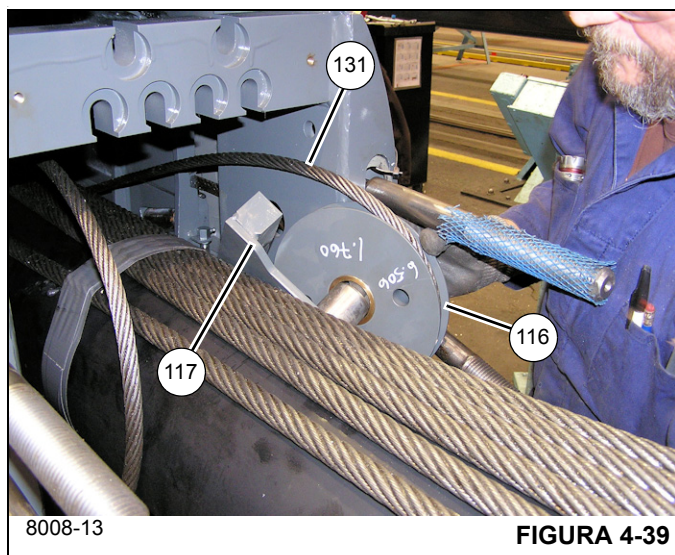

FIGURA 4-39
- 46. Instale o conjunto da polia (116) e três arruelas de encosto (115) no eixo da solda de montagem da polia (117), assegurando-se de que uma arruela de encosto esteja instalada entre a solda de montagem da polia e o conjunto da polia (execute esta etapa duas vezes).
- 47. Instale o conjunto soldado de montagem da polia/conjunto da polia (116/117) na parte traseira do telescópio 3 (4), assegurando-se de que o cabo de retração do telescópio 4 (131) se enrole em torno do conjunto da polia (116); monte o conjunto soldado de montagem da polia (117) no interior do telescópio 3 (4) usando os quatro parafusos (119) e arruelas lisas (118) (lados esquerdo e direito) (consulte a Figura 4-39).